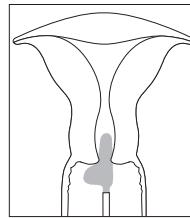

Fig. 1
- Segurando a FLOQSwabs® pela haste, inserir a ponta da zaragatoa (a secção longa do L) dentro do canal cervical, deixando de fora a parte mais larga da zaragatoa (a secção curta do L). Ver Fig. 1